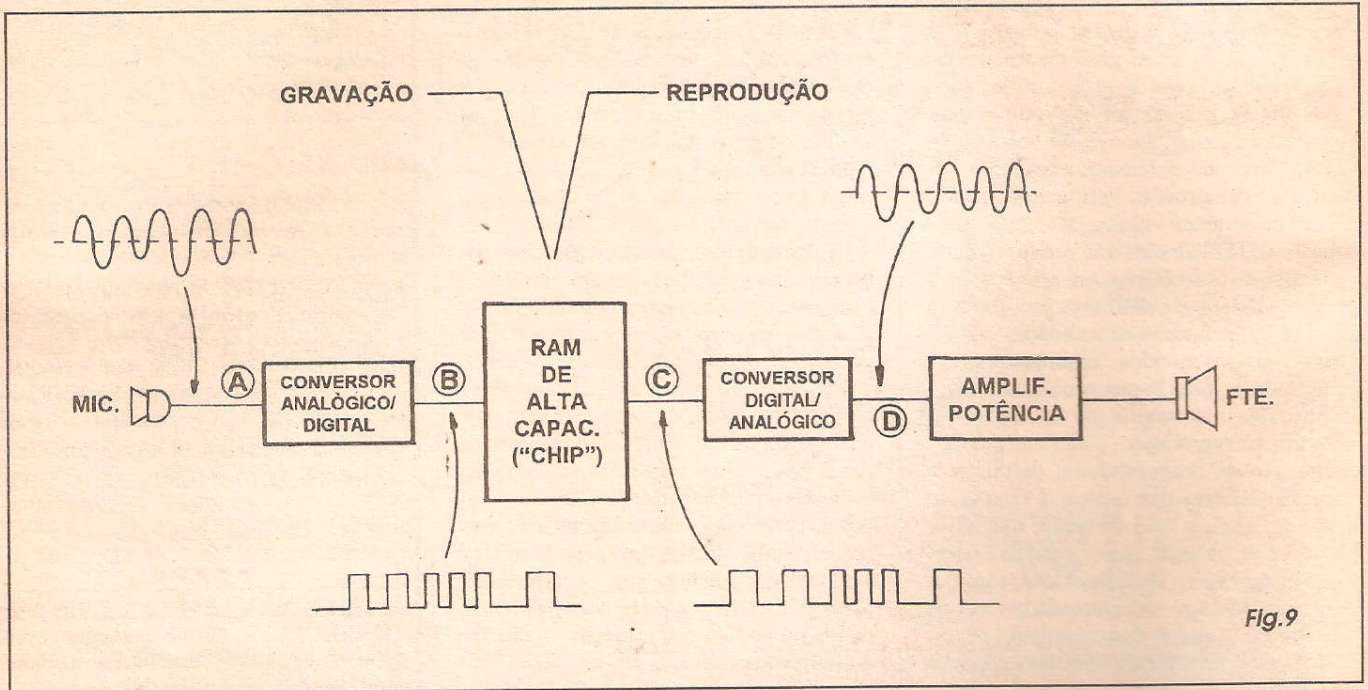

Fig.9
- FIG. 9 - A GRAVAÇÃO/REPRODUÇÃO DE ÁUDIO EM MÍDIA TOTALMENTE ELETRÔNICA (EM CHIP...) - Com os fantásticos avanços industriais da micro-eletrônica, na última década se incorporou ao universo dos sistemas ou meios de se gravar/reproduzir/eternizar o som, mais um método, e que já começa a popularizar-se (relógios que falam as horas, brinquedos que conversam com as crianças, secretárias eletrônicas e elevadores que batem um papo com seus usuários, etc.). Trata-se de guardar a informação elétrica correspondente ao SOM dentro de componentes integrados digitais, ou seja: em memórias tipo RAM de alta capacidade, conforme ilustra - em blocos - o diagrama...! No que diz respeito aos blocos de conversão analógico/digital e digital/analógico, bem como aos eventuais pré-amplificadores e amplificadores finais de potência (além dos inevitáveis transdutores, em cada ponta do sistema...), nada é muito diferente, neste método, do utilizado nos sistemas de CD laser, ou de fita